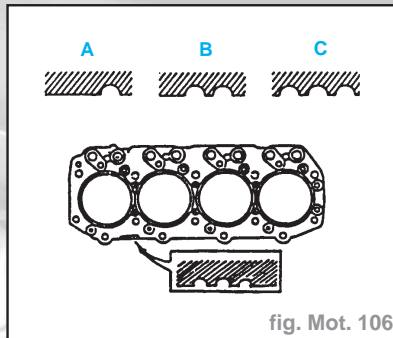

fig. Mot. 106
* voir représentation du repérage (fig. Mot. 106).